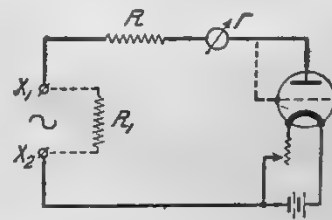
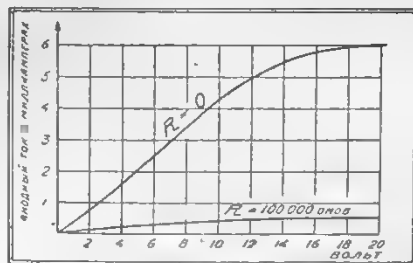
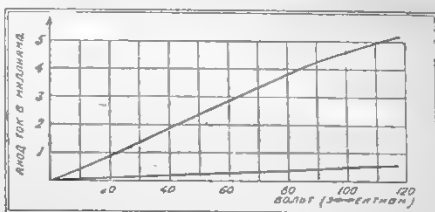

Рис. 9.
Рис. 10.
Рис. 13.
ную трехэлектродную лампу, если соединить анод и сетку накоротко. Схема соединений представлена на рис. 9. Измеряемое напряжение переменного тока подается на зажимы  $x_1$  и  $x_2$ . Так как лампа пропускает ток только в одном направлении (от анода к накаленной нити), то в цепи будет проходить выпрямленный «пульсирующий» ток. Его «среднее» значение и покажет гальванометр или миллиамперметр постоянного тока, включенный последовательно с лампой. Таким образом, по силе анодного тока можно судить о величине измеряемого переменного напряжения. И здесь, как в предыдущих типах катодного вольтметра, требуется предварительная градуировка, для чего необходимо располагать переменным напряжением, амплитуда, или эффективное значение которого может быть каким-нибудь образом определена. На значение постоянного омического сопротивления  $R$  (рис. 9) состоит в том, чтобы, во-первых, увеличивать сопротивление вольтметра, во-вторых, ослабить то влияние, какое может иметь непостоянство внутреннего сопротивления лампы (анод-нить), меняющегося вместе с величиной прикладываемого напряжения переменного тока. Серьезный недостаток схемы составляет необходимость вводить в нее это высокоомное (порядка 100 000 омов) сопротивление, наличие которого требует применения очень чувствительных гальванометров.
Разрабатывая в Центральной радиолaborатории МГСПС схему такого катодного вольтметра, который при своей простоте и портативности обладал бы достаточной чувствительностью (даже для радиоприемной практики), автор выбрал за основу именно последний вариант схемы катодного вольтметра. Однако, необходимо было поднять «чувствительность» катодного вольтметра, так как только что описанный катодный вольтметр (рис. 9) большой чувствительностью не отличается. Для того, чтобы судить об этом весьма важном качестве вольтметра, необходимо иметь дело с «крутизной» графика градуировки вольтметра рис. 4, например. Чем круче поднимается кривая градуировки, тем катодный вольтметр чувствительнее, так как каждому вольту прикладываемого напряжения переменного тока, при круто поднимающейся кривой, соответствует большее приращение анодного тока, чем при пологой кривой. Крутизну графика градуировки катодного вольтметра условно называют коротко «крутизной схемы». Итак, мы должны стремиться к наибольшей чувствительности вольтметра или к наибольшей «крутизне схемы». С точки зрения этого основного требования, схема катодного вольтметра описанного типа (рис. 9) неудовлетворительна, так как известно, что включение в анодную цепь лампы большого сопротивления уменьшает крутизну анодной характеристики (зависимости анодного тока от анодного напряжения), по сравнению с крутизной статической характеристики, действительной для того случая, когда внешнее сопротивление анодной цепи равно нулю. На рис. 10 представлены статическая и «рабочая» (или динамическая) характеристики лампы «Микро» с соединенными накоротко сеткой и анодом. Рабочая характеристика снята для случая, когда в анодную цепь включено сопротивление в 100 000 омов. Как видно, рабочая характеристика протекает значительно положе, чем статическая. Характер приведенных кривых почти целиком сохраняется и для случая катодного вольтметра (рис. 9), так как можно себе мыслить, что к анодной цепи вольтметра приложено не напряжение переменного тока, а некоторое эквивалентное ему постоянное напряжение, вычисляемое известным образом это эквивалентное напряжение равно эффективному значению переменного тока, деленному на 2,23 для синусоидального тока. В дальнейшем это напряжение мы будем называть просто эквивалентным напряжением. Таким образом, «крутизна схемы» уменьшается при включении в анодную цепь большого сопротивления.
в рассматриваемой схеме (рис. 9 или 12) это требование невыполнимо, если нельзя уменьшить величину  $R$ .
временно на анод и на сетку лампы. Схема этого вольтметра представлена на рис. 13. Измеряемое напряжение подается на сопротивление  $R_i$  порядка 100 000 омов. Сетка лампы присоединена к какой-нибудь промежуточной точке « $m$ » этого сопротивления (например, к середине сопротивления  $R_i$ ). Последовательно с анодом и гальванометром включено высокоомное сопротивление  $R$ , имеющее то же значение, что и в схеме вольтметра-диода (рис. 9). Для измерения небольших напряжений от 0,5 до 5 вольт — и при пользовании лампой типа «Микро» — можно пользоваться гальванометром со шкалой примерно на 0,1 миллиампера. Имея же под руками миллиамперметр со шкалой до 5 миллиампер, или присоединяя шунт к гальванометру, можно измерять напряжение до 75 вольт и выше. Свойствами описываемого вольтметра являются: строгая прямолинейность графика его градуировки (между 0,5 — 75 вольт измеряемого напряжения), с одной стороны, и большая «крутизна схемы» — с другой стороны.
зом, увеличение первого члена, а, следовательно, и увеличение «крутизны схемы» весьма значительны. На рис. 14 в лампе два графика: один 1) — для анодного тока, описываемой схемой (рис. 13, другой (нижний) — для тока сетки этой схемы.
Для малых значений напряжения  $V_a$  характер кривой градуировки аналогичен кривой, рис. 10. Графики сняты для  $n=0,5$  и лампы Микро; как видно из графика, ток сетки мал по сравнению с анодным током. Кроме того, обращает на себя внимание прямолинейность графиков токов анода и сетки1). Значит, соотношение анодного и сеточного токов можно считать неизменным при всех величинах измеряемого напряжения. Объясняется это обстоятельство тем, что разделение токов (анодного и сеточного) зависит только от отношения анодного и сеточного напряжений (а не от каждого из них в отдельности), а так как
Из формулы (7) очевидно, что для увеличения крутизны необходимо увеличить « $n$ ». Наибольшая крутизна схемы получается при  $n=1$ , т.е. при присоединении сетки к зажиму  $X_1$  (рис. 13). Однако, такое включение сетки нежелательно как по той причине, что уже при небольших измеряемых напряжениях достигается ток насыщения, а при этих условиях график градуировки утрачивает свою прямолинейность, и крутизна схемы уменьшается. Одновременно с увеличением числа  $n$  увеличивается и потребление тока данным вольтметром, так как сопротивление его при этом сильно уменьшается. По этим соображениям величина « $n$ » должна быть выбрана порядка 0,5. Простота схемы и умеренность действия позволяют рекомендовать ее радиолюбителям, в обиходе которого встречается необходимость в вольтметре. Градуировку вольтметра, по крайней мере, для грубых целей, можно произвести от сети, посредством потенциометра или реохорда. Высокоомные сопротивления должны быть безындукционными. Вольтметр годен также и для измерения напряжений постоянного тока, но график градуировки требуется в этом случае другой.
2) Это обстоятельство позволяет перевести гальванометр в «общий» провод схемы, как показано пунктиром на рис. 13.